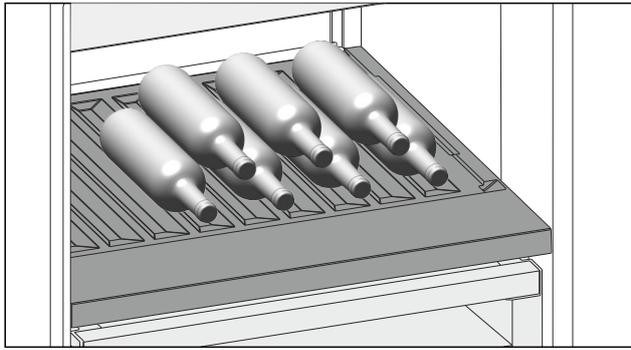

Fig. 79
- ▶ Flaschen mit dem Boden nach hinten zur Rückwand einlegen. (siehe Fig. 79)